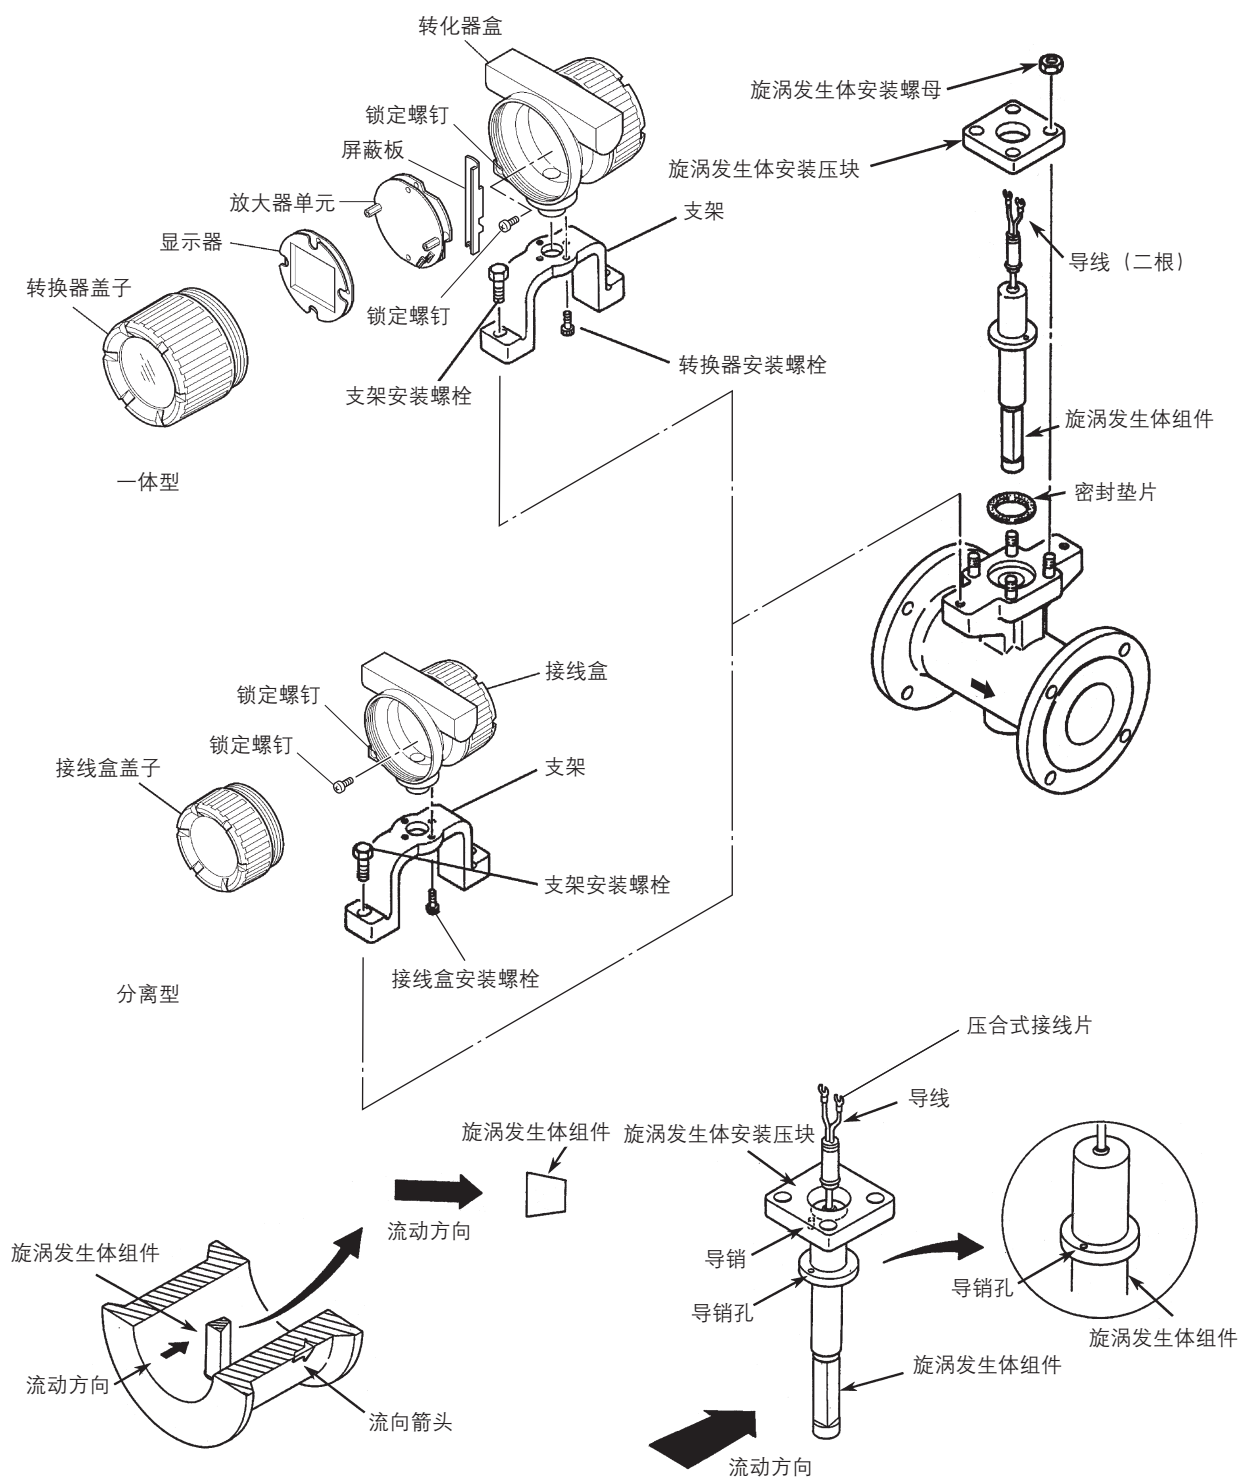

图7.3 拆卸和重装旋涡发生体示意图
- (1) 取下转换器盖子
- (2) 如果是一体型流量计，首先旋掉端子螺钉，然后拆下连接在放大器上的导线，并旋松二只螺钉后拆下放大器。如果是分离型流量计，用同样的方法拆下接线盒盖。
- (3) 旋下支架安装螺栓，连同支架一起把接线盒取下。取下接线盒时，当心别损坏连在发生体组件上的导线。
- (4) 旋下旋涡发生体组件的安装螺栓或螺母，并取下发生体组件。
- (5) 重新安装旋涡发生体组件时，只要逆上述顺序进行，但要切实遵守下述事项：
- b. 旋涡发生体安装压块上的导销必须对准发生体上的导销孔，见图7.3。导销用于1~4英寸的流量计上。
- c. 旋涡发生体组件的安装方法见图7.3。